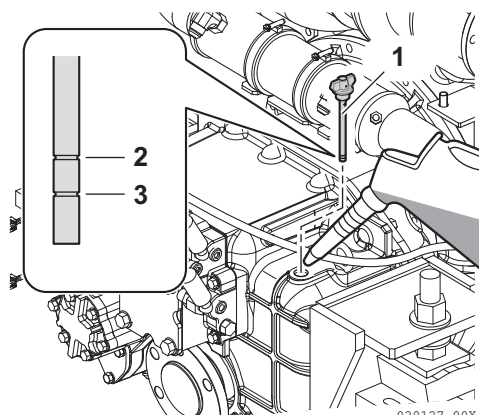

Figure 7
2. Enlevez le bouchon de remplissage (**Figure 7, (1)**) au sommet du boîtier.
3. Enlevez la jauge (**Figure 7, (1)**) et nettoyez-la avec un tissu propre.
5. Enlevez la jauge. Le niveau de l'huile doit être compris entre les lignes supérieure (**Figure 7, (2)**) et inférieure (**Figure 7, (3)**) de la jauge.
3. Remplissez avec de l'huile jusqu'à la limite supérieure sur la jauge (**Figure 7, (2)**). Voir *Spécifications de l'huile pour engrenage marin* à la page 74.